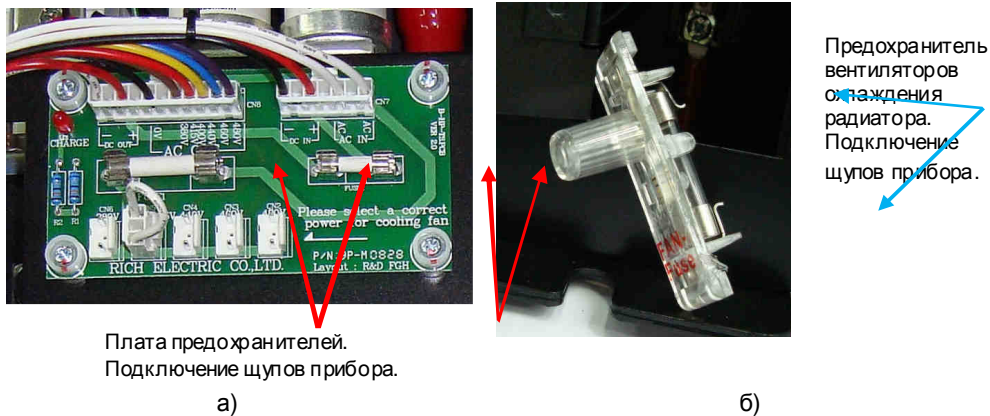

Рис. 4.22. Диагностика предохранителей на плате предохранителей и предохранителя в вентиляторов охлаждения радиатора.
4.11.2. Аналогичным образом проверить предохранители на плате предохранителей (рис. 4.22а) и предохранитель в вентиляторах охлаждения радиатора (рис.4.22б) (см. п.4.15 «Диагностика вентиляторов»). Показания прибора должны соответствовать нулевому сопротивлению (как и при закороченных щупах).